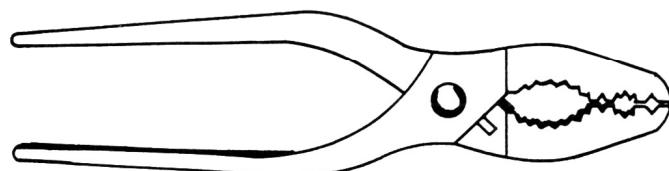

Fig 21
34. **Konuszange (Fig 21)**, um das heiße Brenner-element, das Flammenverteilersieb und den Windschutz abzunehmen.
Pince à cône (Fig 21) pour enlever les éléments du brûleur, les treillis-distributeur et les protège-flamme lorsqu'ils sont chauds.
Pinza universale (Fig 21) per levare le teste dei bruciatori, i coperchi distributori e i paraventi quando scottano.